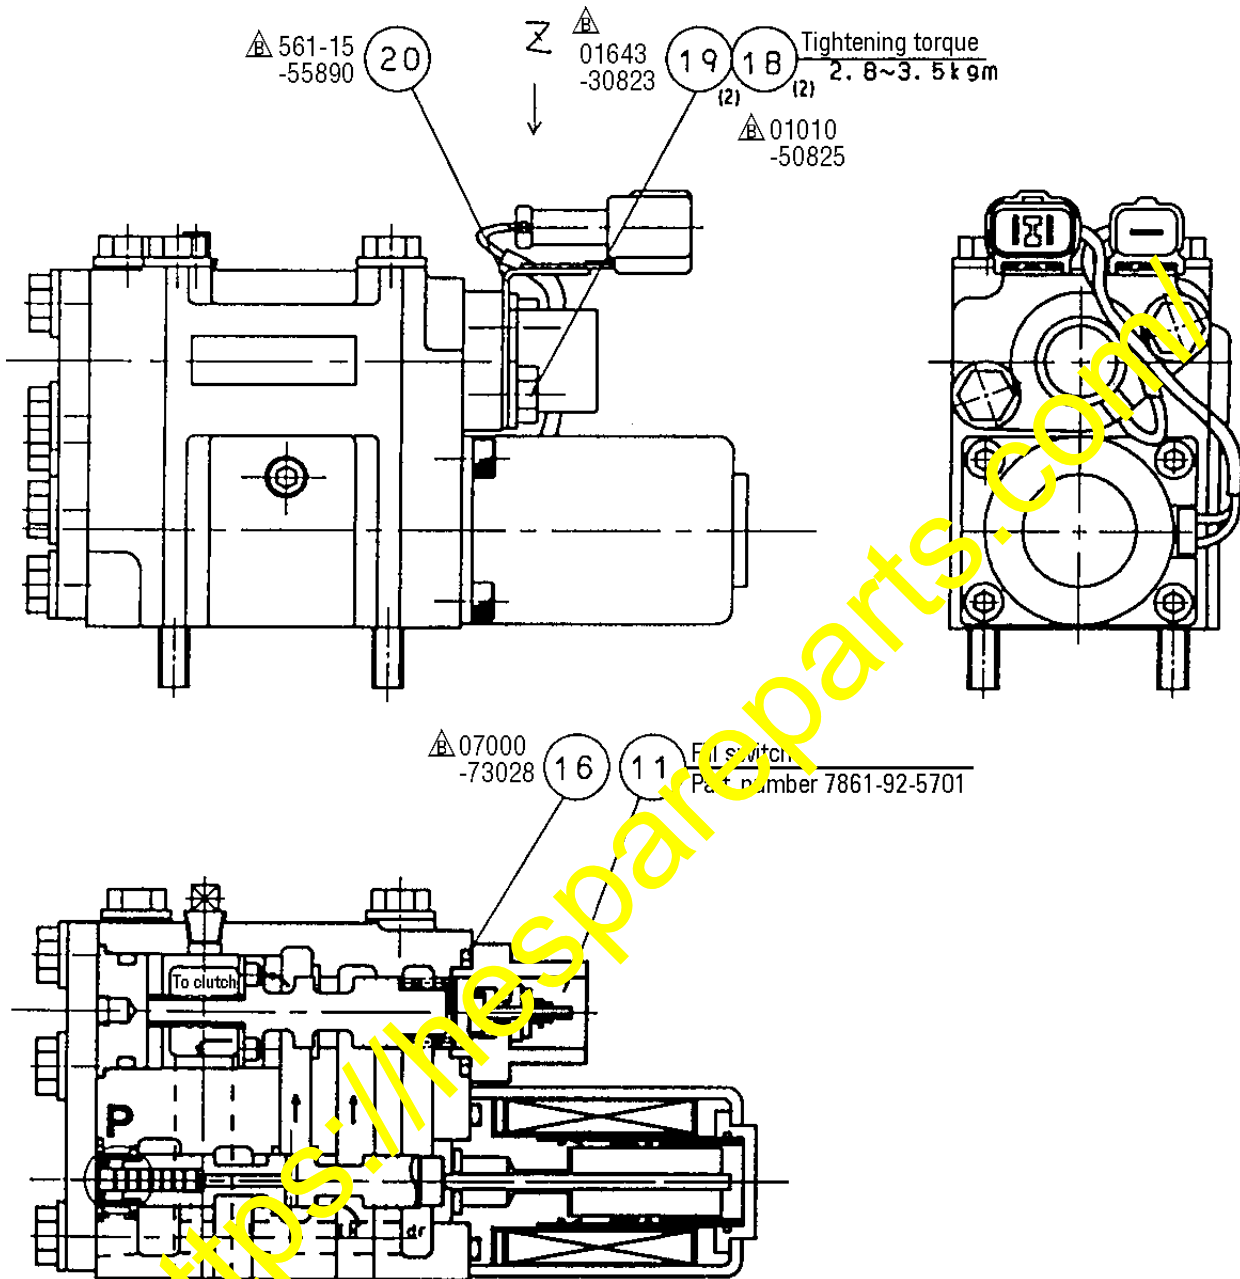

Fig. 16
- b) Mount the replacement fill switch (part number 7861-92-5701). (See Fig. 16.)